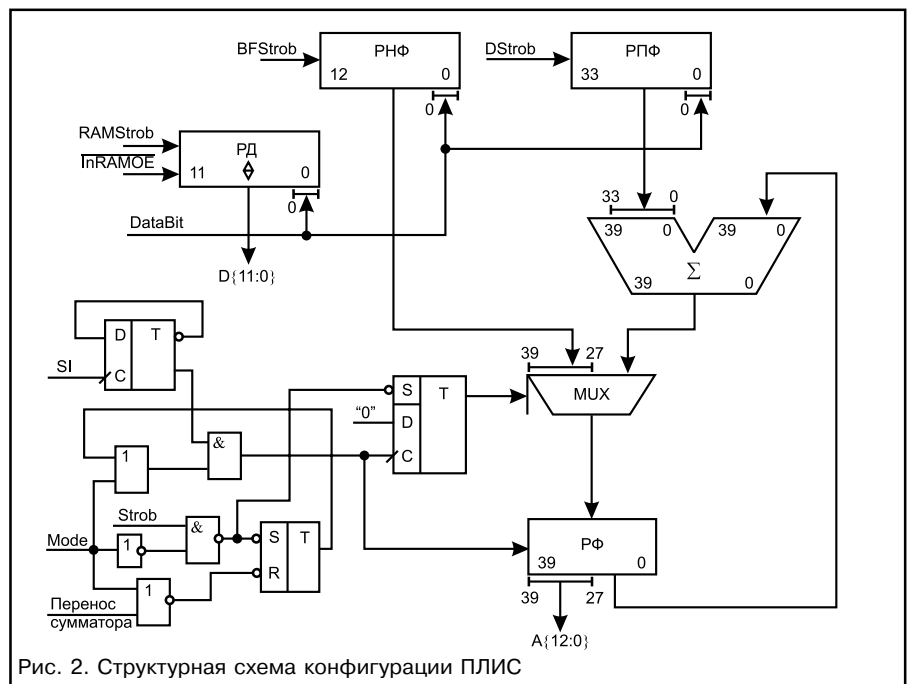

Рис. 2. Структурная схема конфигурации ПЛИС
**Генератор фазового угла** построен на основе ПЛИС EPF8282 фирмы ALTERA. Структура, записываемая в ПЛИС, приведена на рис. 2.